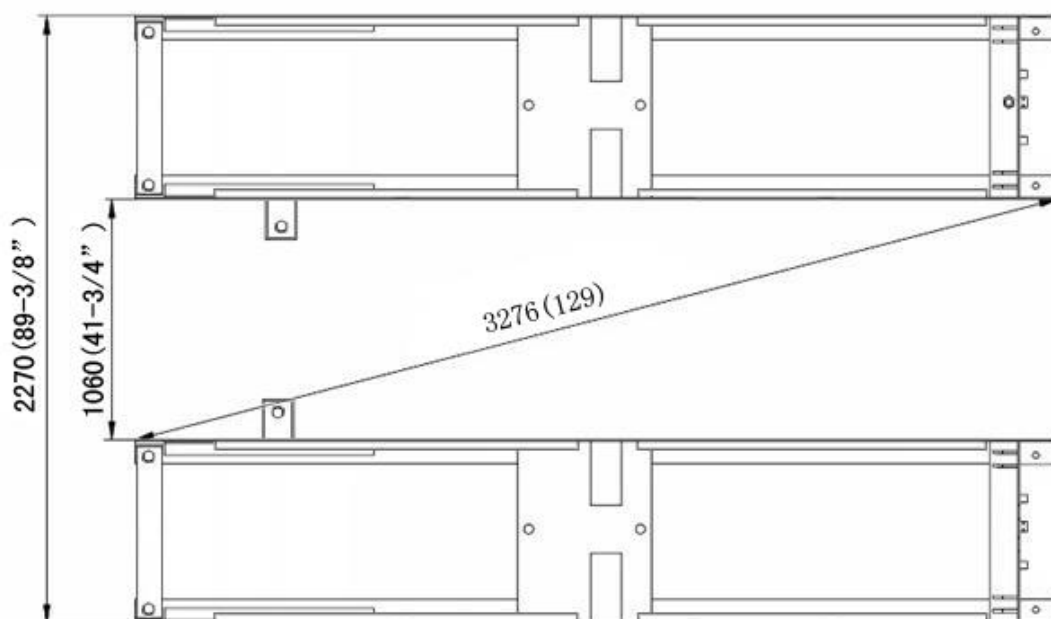

Fig. 4
- 1.1 TLX12/TLX12A(X550/X550A) On surface installation foundation (**See Fig. 4**).